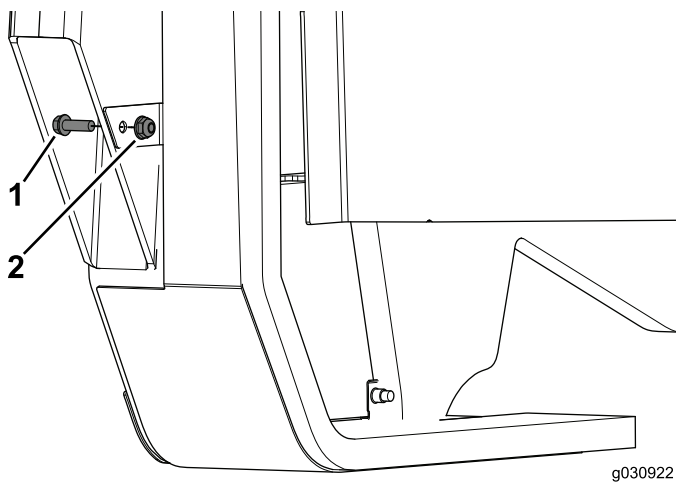

Figura 30
3. Utilice un perno ($\frac{1}{4}$ " x $\frac{3}{4}$ ") y una tuerca con arandela prensada ($\frac{1}{4}$ ") para completar la instalación del panel (Figura 30).